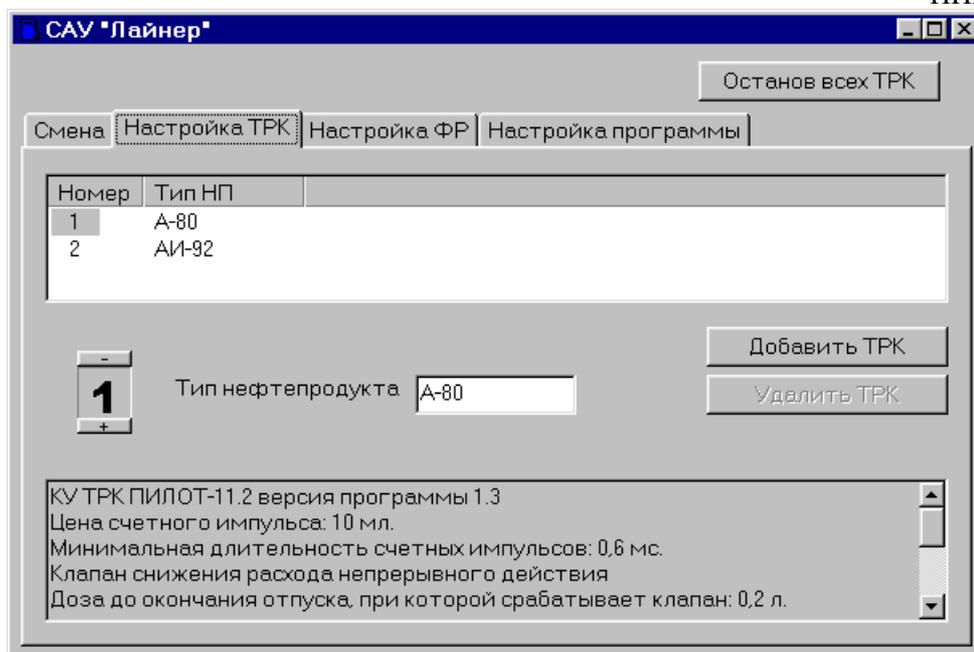

Рис. 5.4. Вид экрана настройки ТРК. Выбрана ТРК 1.
5.4.1. Настройка ТРК выполняется при первом запуске и при изменении конфигурации ТРК. Вид экрана режима приведен на рис. 5.4.
Если установлена связь с контроллером, который подключен к выбранной ТРК, на экран выводится поле с информацией о текущих настройках (см. рис. 5.4).